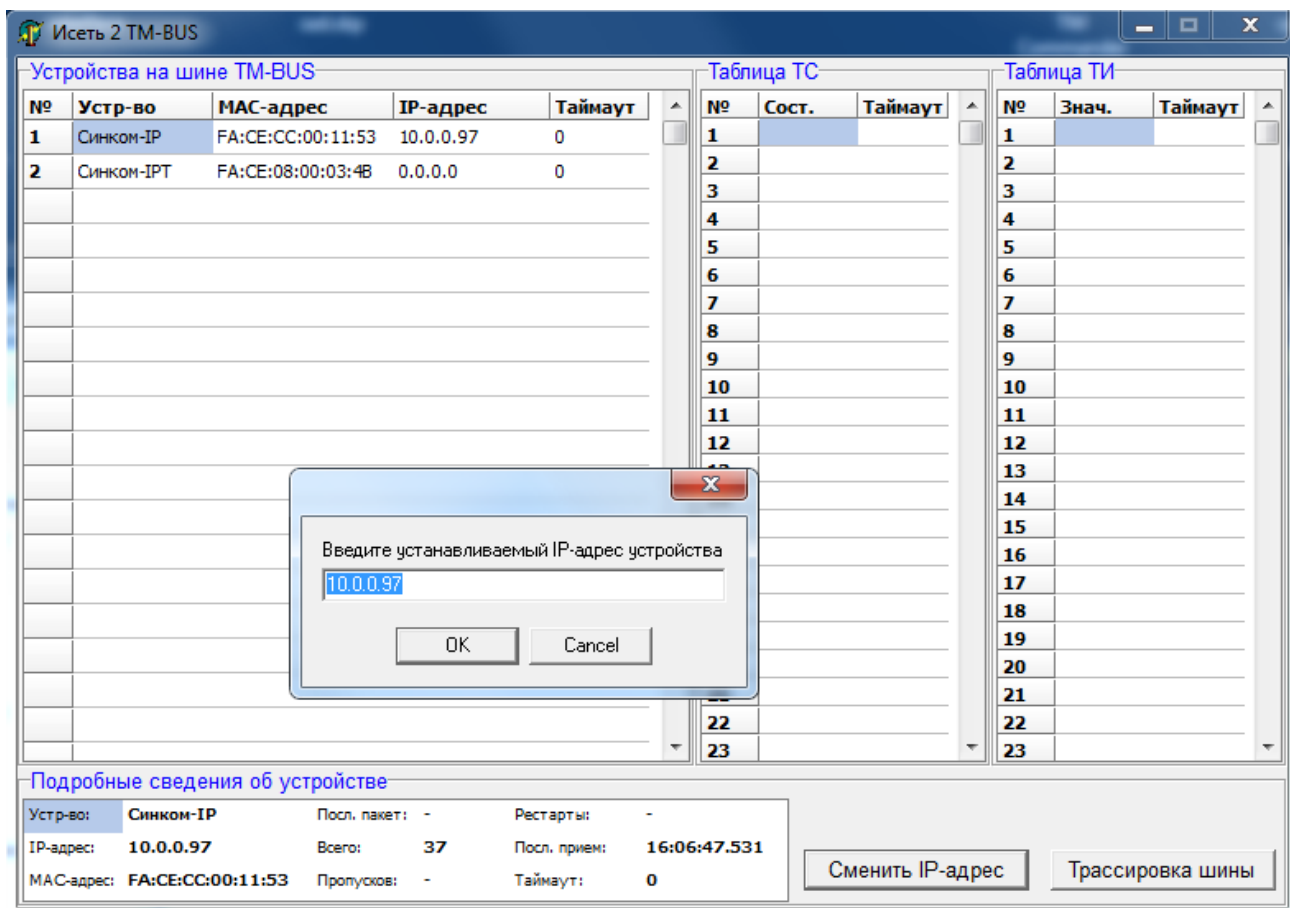

Рис. 1.1 Интерфейс Iset2Bus.exe
- 1) Запустите из каталога сервисных программ Iset2Bus.exe (см. Рис. 1.1).